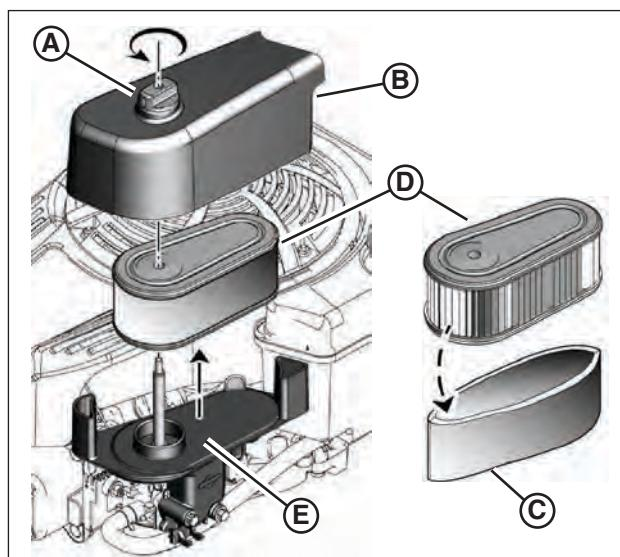

Figura 15: Filtro de aire y prelímpiador
1. Retire el sujetador (**A**, **Figura 15**) y la cubierta del filtro de aire (**B**).